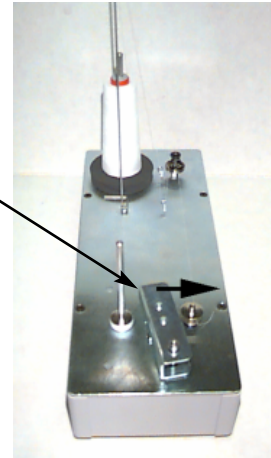

Figura 3-27
- Levar a alavanca do atuador para a posição LIGADO (ver a figura 3-27) e a bobinagem tem logo início. O bobinador pára automaticamente logo que a bobina fique cheia..